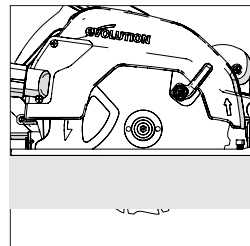

Fig. 12
- La mayoría de las veces, la profundidad de corte deberá configurarse al grosor del material que se va a cortar más la profundidad de medio diente de sierra (punta del diente a la raíz del diente). (Fig.12)